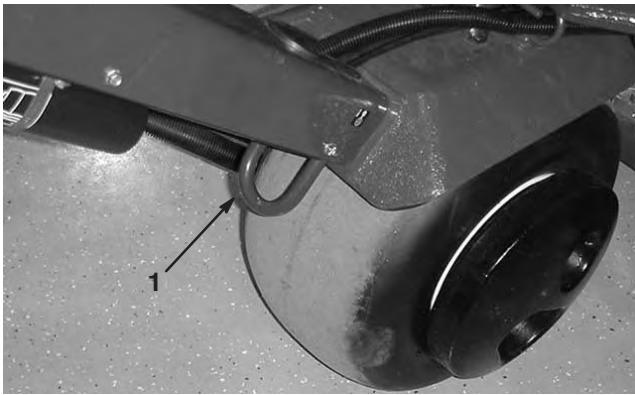

Bild 33
- Befestigen Sie die Gurte des Aerators sicher mit Riemen, Ketten, Kabeln oder Seilen auf dem Anhänger oder Lkw (Bild 33–35).